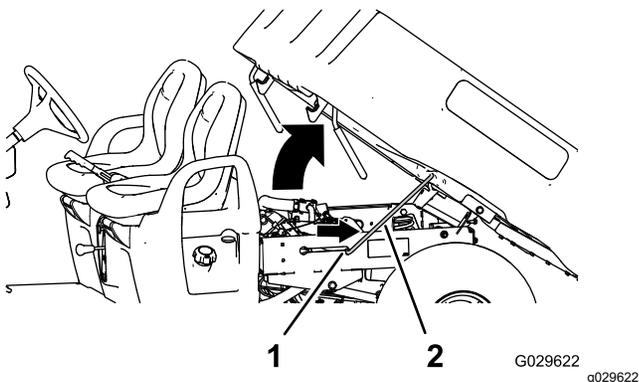

Рисунок 13
2. Введите опорную стойку, удерживающую кузов, в паз, фиксирующий кузов (Рисунок 13).
2. Вытяните опорную стойку из паза с фиксацией (Рисунок 13).
3. Опустите кузов, чтобы он надежно зафиксировался на месте фиксаторами (Рисунок 13).